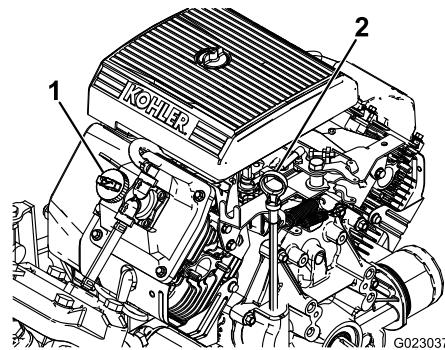

图 42
- 取出量油尺用干净的抹布擦拭 图 42。将量油尺插入量油尺管道中并确保它完全插入。取出量油尺并检查油位。
- 如果机油油位较低请从气门室盖 图 42 上拆下加油颈盖从开口处注入机油直至油位达到量油尺上的“已满”标记。在此过程中应缓慢添加机油并不时检查油位。切勿过量添加。
8. 慢慢从加油颈 图 42 注入规定油量的大约 80%。